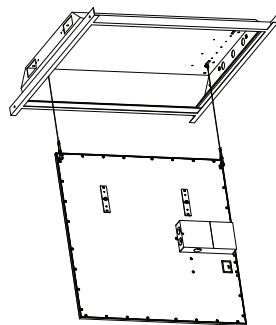

Fig. 3
3. Ouvrez la boîte de dérivation et effectuez vos connexions de câblage lorsque le panneau est suspendu aux 2 câbles de sécurité. (Fig. 3)